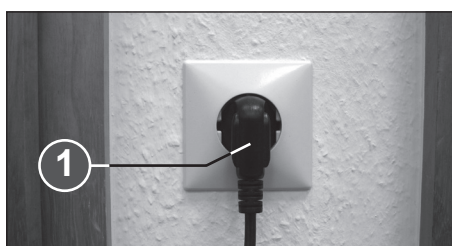

Fig. 2
- 1 = Ficha de ligação à rede (Fig. 2)**